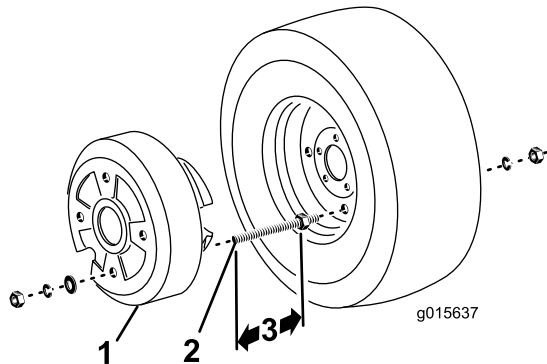

Bild 24
2. Addieren Sie 3–7/8" zu dem in Schritt 1 erhaltenen Wert. Dies ist der Wert „A“ in Bild 24.
4. Setzen Sie die Gewindestangen durch zwei gegenüberliegende Löcher in der Felge und befestigen Sie sie mit Sicherungsscheiben (1/2") und Sechskantmuttern (Bild 24).
5. Setzen Sie den Radballast über die Enden der Gewindestangen und befestigen ihn mit den Flachscheiben, Sicherungsscheiben und Sechskantmuttern (Bild 24).